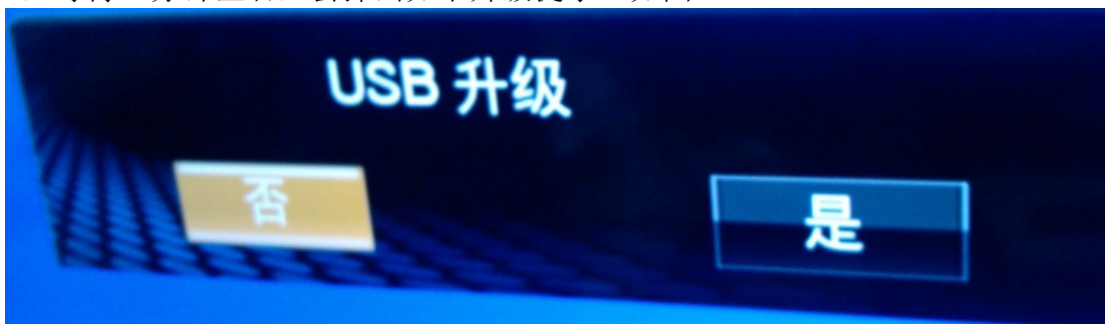

图 1
1. 将 **LED32K20JD.img** (LED39K20JD.img/LED42K20JD.img) 升级文件放到 USB 根目录下，插入 USB，等待 1 分钟左右，会弹出如下升级提示（如图 1）：